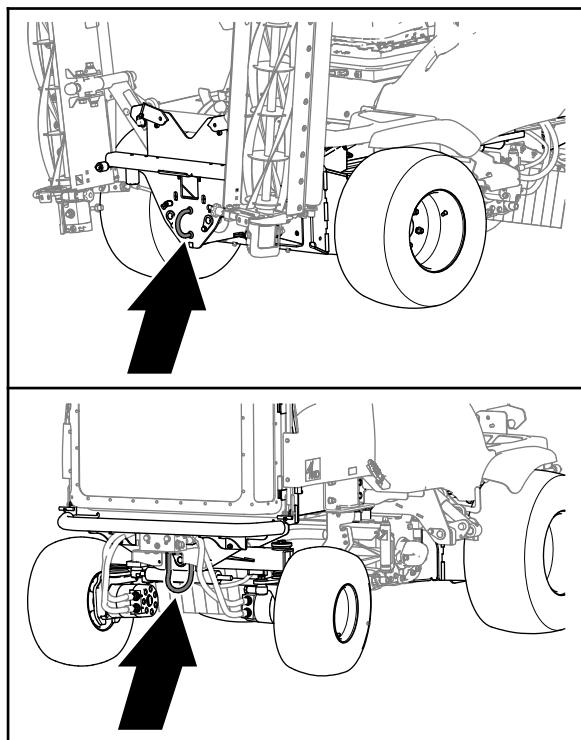

Figure 35
5. Accouplez une barre de remorquage **rigide** entre l'anneau de remorquage avant de la machine et le véhicule de remorquage (Figure 35).